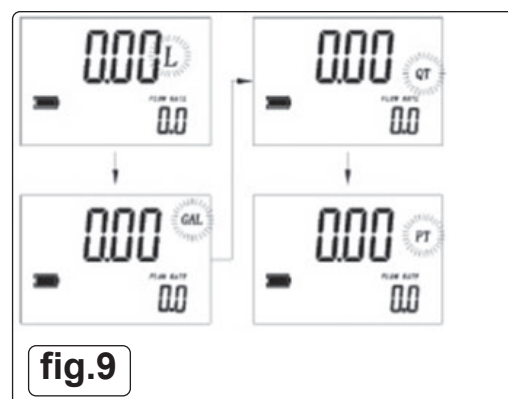

fig.9
- 5.2.6. To change Units (fig.9)